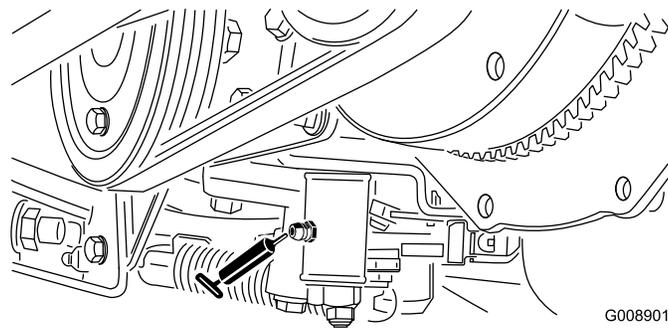

図 66
2. 後ホイールモータの下部分で機体をジャッキアップする図 66。
- ニュートラル調整機構 図 66